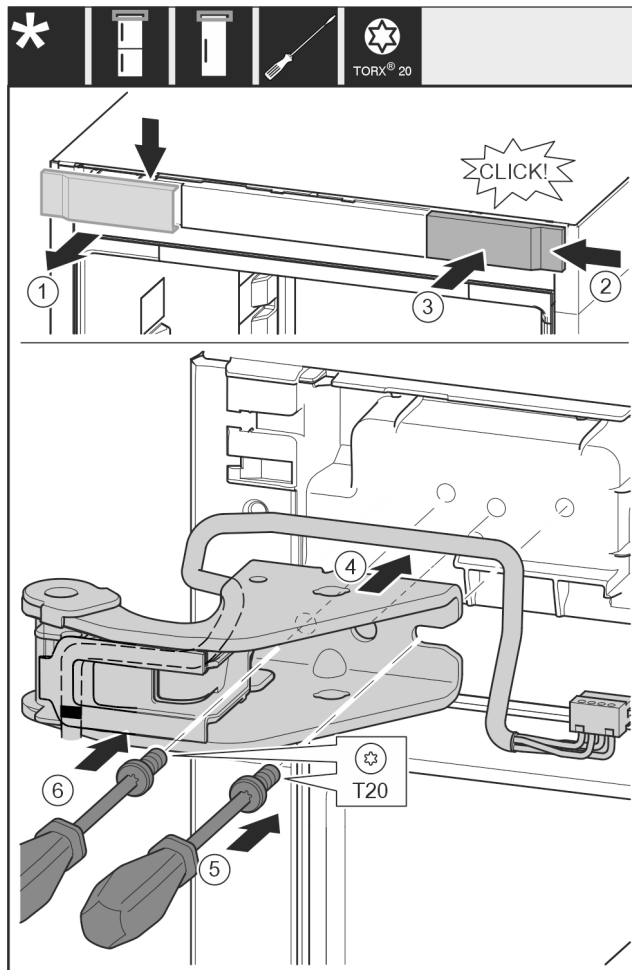

Fig. 20
- ▶ Odoberte kryt zhora dopredu. Fig. 20 (1)
- ▶ Kryt zaveste na druhú stranu sprava otočený o 180°. Fig. 20 (2)
- ▶ Kryt zaklapnite. Fig. 20 (3)
- ▶ Nasad'te hornú ložiskovú konzolu. Fig. 20 (4)
- ▶ Skrutku nasad'te a pevne zaskrutkujte skrutkovačom T20. Fig. 20 (5)
- ▶ Skrutku vložte a pevne zaskrutkujte skrutkovačom T20. Fig. 20 (6)